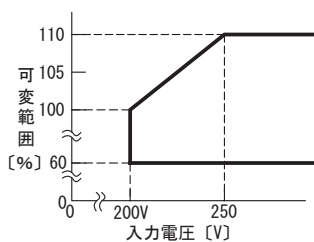

図4.4 SNDBS700B出力可変範囲
(1) 内蔵ボリュームによる出力電圧可変
- SNDBS700Bの入力電圧範囲がDC200V～250Vの場合、出力電圧可変範囲は図4.4のようになります。